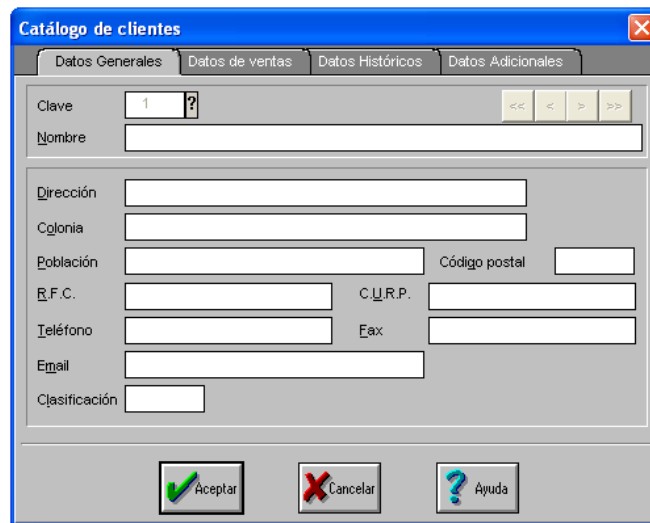

Imagen 4.12 "Pantalla de alta de clientes" [Soft1]
- En este módulo se genera la base de datos de los clientes que tengan RFC, generándolos desde esta pantalla tecleando "F6" (Imagen 4.12)